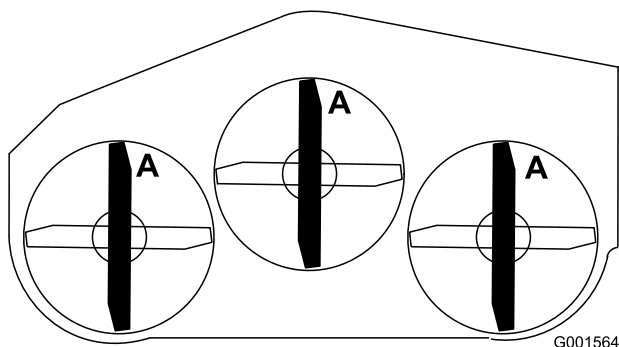

Figure 58
1. Tournez les lames dans le sens longitudinal (Figure 58).